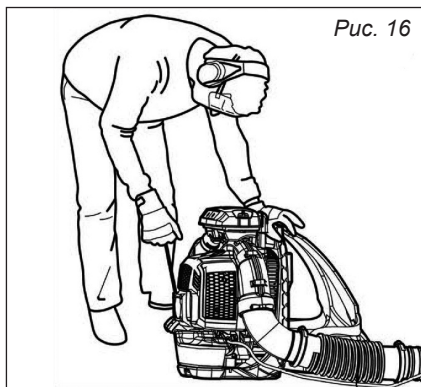

Рис. 16
4. Крепко держите воздуходукку левой рукой за рукоятку (1), чтобы не потерять контроль во время запуска (рис. 16).